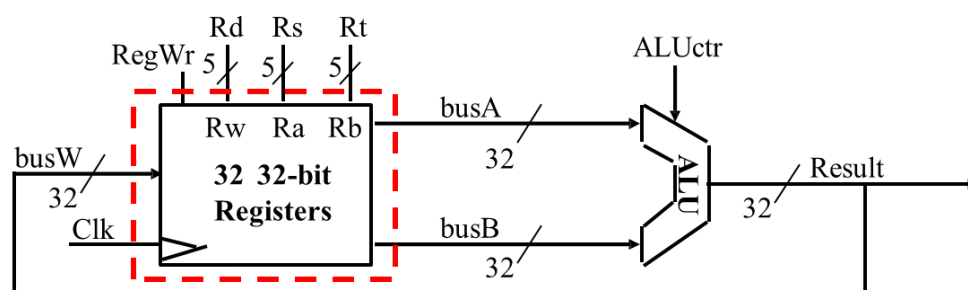

图 3
1. 根据寄存器堆 (register file) 原理图(图 3), 使用 Verilog 语言定义 register file 模块, 其实现方式可以参照实验给出的参照设计;
2. 将所涉及的 ALU 与 register file 模块连起来, 形成图 3 所示的系统;
3. 图 4 在图 3 的基础上加入了多路选择器的部件, 用来选择寄存器的写入数据是根据 ALU 还是根据存储器来进行写入。根据图 4 中红色框框里面的原理, 完成一次模拟存储器写入, 通过 MemtoReg 控制信号来确定 busW 信号是来之存储器的常数还是 ALU 输出的结果, 通过下列语句可以实现: